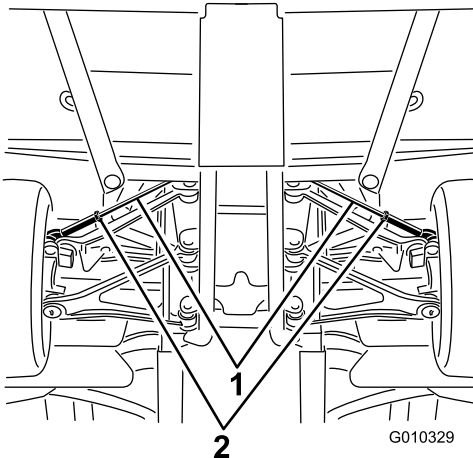

**Figure 56**
2. Mesurez l'entraxe (à hauteur d'essieu) à l'avant et à l'arrière des roues directrices (Figure 56).